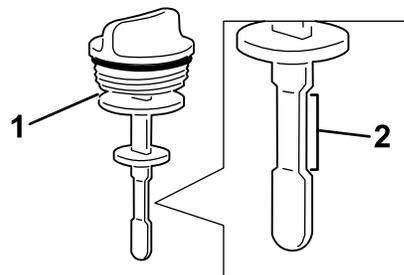

Figure 59
5. Ressortez la jauge et vérifiez le niveau d'huile. Il doit se situer dans la plage de fonctionnement acceptable indiquée sur la jauge (Figure 59).